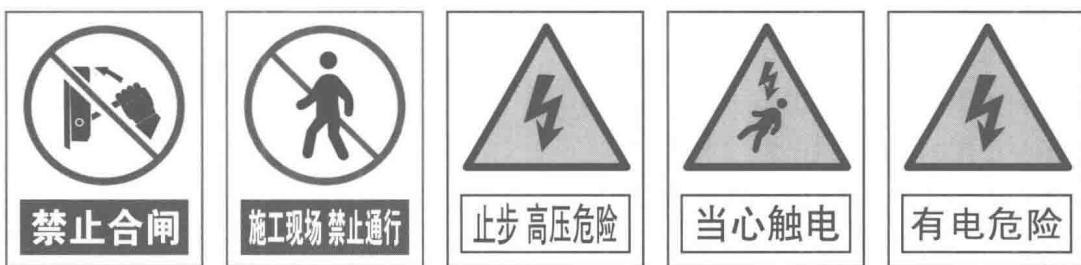

图 1-2 几种常见的警示牌
①在进行电气设备安装和维修操作时，必须严格遵守各种安全操作规程和规定，不得玩忽职守。
②操作时要严格遵守停电操作的规定，要切实做好防止突然送电时的各项安全措施，如挂上“有人工作，不许合闸！”的警示牌，如图 1-2 所示，锁上闸刀或取下总电源保险器等。不准约定时间送电。